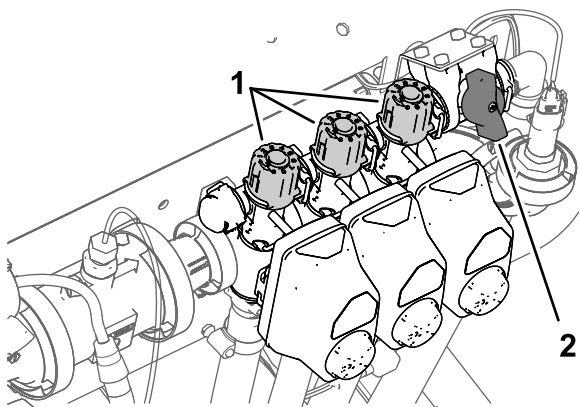

図 26
2. 左ブームをOFF にし、ブームバイパスノブ 図 26 を使って、先ほどと同じ水圧表で求めた水圧に調整する。
4. 右ブームのブームバイパスノブ 図 26 を使って、先ほどと同じ水圧表で求めた水圧に調整する。
6. 中央ブームのブームバイパスノブ 図 26 を使って、先ほどと同じ水圧表で求めた水圧に調整する。